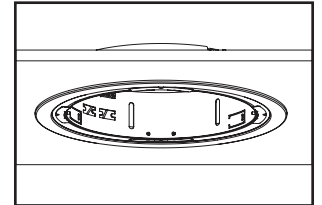

Figure 30.
4. Alignez les receveurs de ressorts de torsion avec les glissières du boîtier (s'il y en a) et assurez-vous que les ressorts de fixation ne touchent aucune partie du boîtier pour que les pattes de montage ou la bague à bande d'adaptation (s'il y en a) reposent à plat sur le plafond. Les anneaux Retrofit auront peut-être besoin d'être tournés pour éviter des interférences (Figure 30).